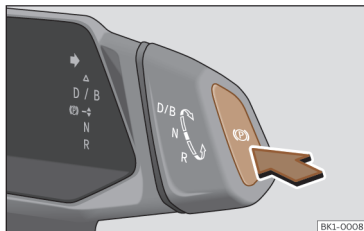

Fig. 141 No seletor de velocidades: botão do travão de estacionamento eletrônico.
• Com o veículo parado, pressione o botão **(P)** >>> **Fig. 141**.
- Pressione o botão **(P)** >>> **Fig. 141**. Ativa-se o travão de estacionamento eletrônico.